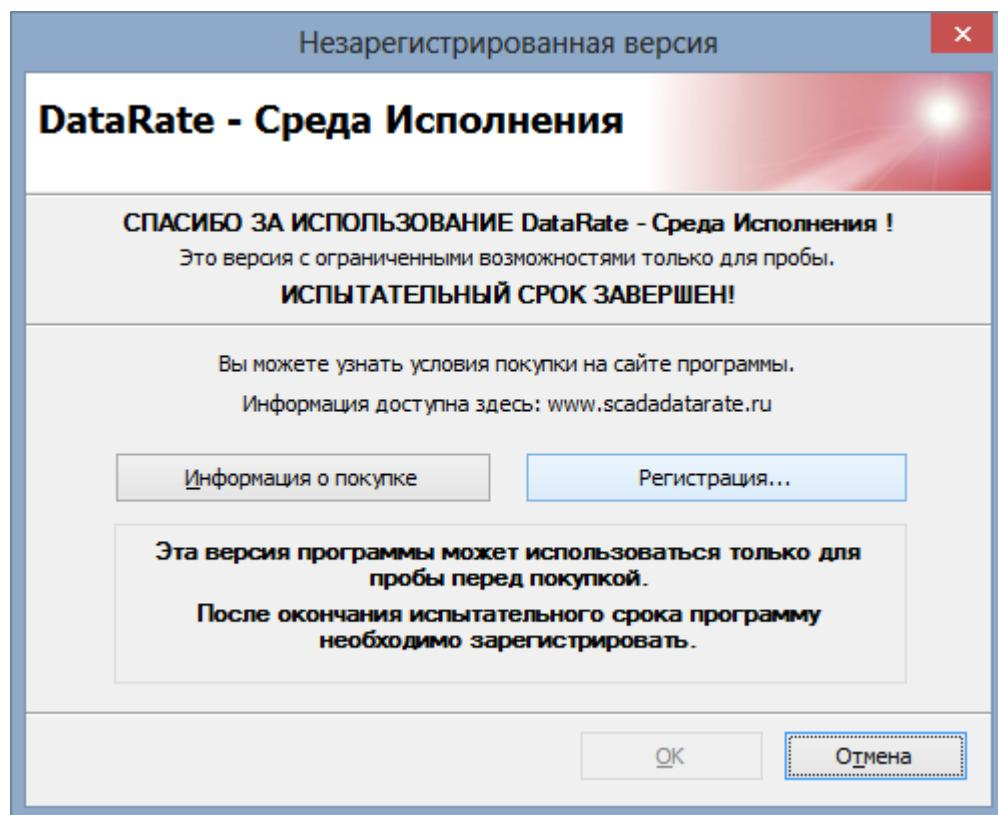

Рисунок 3.2 – Запуск Среды исполнения в **trial**-режиме
- 3 Среда исполнения *DataRate* (рисунок 3.2) запускается в **trial**-режиме. Если необходимо, выполните регистрацию. Для продолжения щелкните по кнопке **OK**